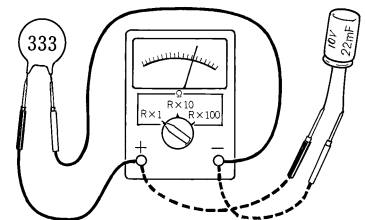

図18 コンデンサの検査
- 図18のように、回路計を抵抗レンジにして、テスト棒をコンデンサの両端子に当てたとき、抵抗値が無限大ならよい。容量の大きい電解コンデンサなどの場合は、充電電流によって、最初、指針が右へ振れてから、次にゆっくりと左へ戻る。